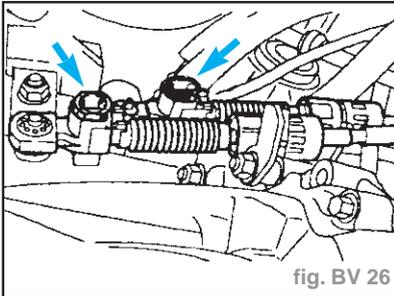

fig. BV 26
- Détacher le mécanisme de réglage en appuyant au niveau des câbles de passage de sélection (fig. BV 26).